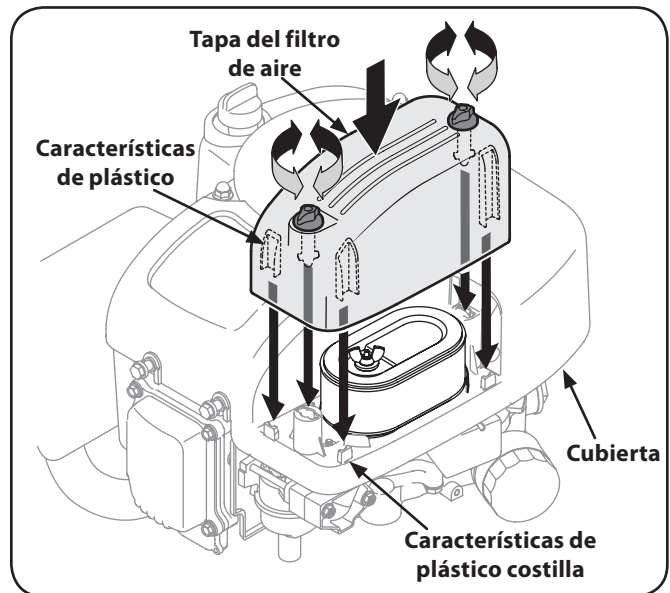

Figura 6-8
5. Coloque la tapa del filtro de aire y asegúrese de alinear tornillos de mariposa y las características de plástico costilla en la cubierta de las características de plástico en la tapa del filtro de aire. Vea la Figura 6-8. Gire tornillos en sentido horario hasta que quede ajustado. Revise si hay desalineación.